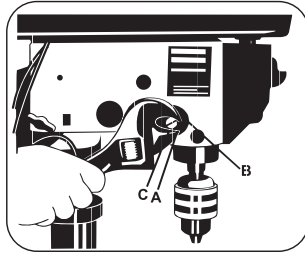

FIGURA 8.17
- Mova as porcas de trava até sua posição mais baixa, e trave-as neste local utilizando a chave. Isto evitará que o Eixo-Árvore caia quando acionado pela mola (Figura 8.17).
- Posicione a chave de fenda na fenda inferior frontal (A) da tampa da mola (B), e segure-a nesta posição enquanto estiver afrouxando e removendo as porcas.
- Aperte a porca interior (C) com a chave.
- Verifique o Eixo-Árvore quando movimentar a alavanca. A operação do Eixo-Árvore deve ser suave, com movimentos irrestritos. Se o deslocamento estiver muito apertado, afrouxe um pouco as porcas até que o movimento não seja mais dificultado (Figura 8.17).